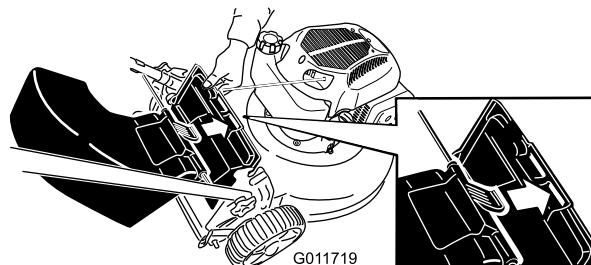

Figure 21
3. Insérez la languette du déflecteur d'éjection arrière dans la fente droite du déflecteur arrière (Figure 21).